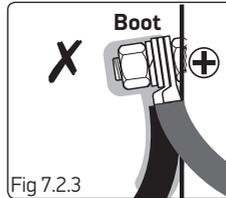

Fig 7.2.3
- ▶ Fig. 7.2.3 : connexion ou moteur endommagé(e). Veuillez contacter la société Lewmar.